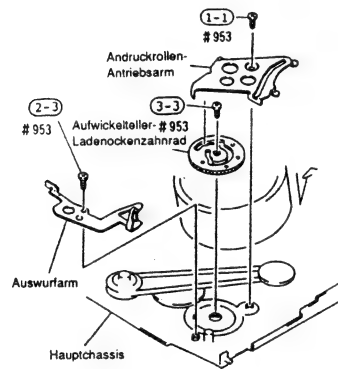

Abb. 2-70
- 1) Eine (1) Befestigungsschraube des Andruckrollen-Antriebsarms entfernen (siehe Abb. 2-70).
(2) Auswurfarm
- 3) Eine (1) Befestigungsschraube des Auswurfarms entfernen (siehe Abb. 2-70).
- 3) Eine (1) Befestigungsschraube des Aufwickelteller-Ladenockenzahnrades entfernen (siehe Abb. 2-70).